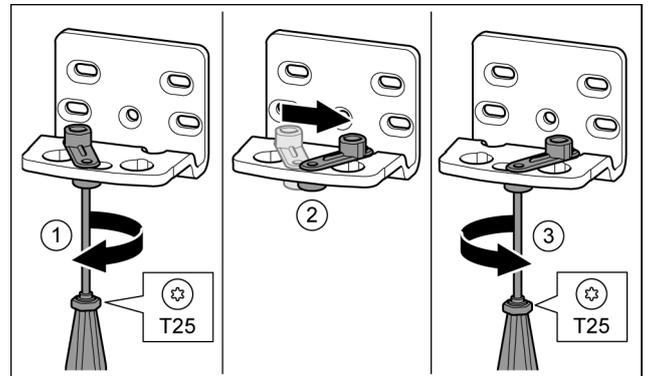

Fig. 17
- ▶ Schraube mit Schraubendreher T25 lose schrauben. Fig. 17 (1)
- ▶ Türschließhilfe anheben und um 90° nach rechts in Bohrung drehen. Fig. 17 (2)
- ▶ Schraube mit Schraubendreher T25 festschrauben. Fig. 17 (3)